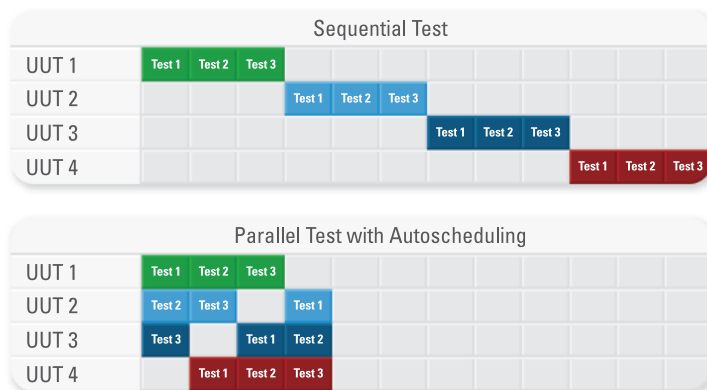

Figura 1. Incremente la eficiencia de un sistema de prueba probando múltiples UUTs en paralelo.
**1 Reducir Tiempo de Prueba Minimizando la Utilización del Instrumento** – Incrementar el rendimiento de un sistema automatizado de prueba provee ganancias en eficiencia. Usando herramientas comercialmente disponibles (COTS) tales como procesadores multinúcleo, PCI Express, arreglos programables de compuertas de campo (FPGAs) y el software NI LabVIEW, usted puede crear procesamiento paralelo y sistemas paralelos de medición capaces de probar una sola unidad bajo prueba (UUT) con el menor tiempo posible de prueba. Una técnica para maximizar aún más la eficiencia es adoptar una estrategia de prueba paralela en múltiples UUTs. La prueba paralela reduce claramente tiempos agregados de prueba y mejora la utilización de los instrumentos (ver Figura 1), pero la complejidad de desarrollar un sistema para prueba paralela puede ser prohibitivo. Desarrollar su propio software administrador de prueba que implemente las pruebas de múltiples UUTs de una sola vez requiere de una comprensión a bajo nivel de la programación paralela y del multihilo.